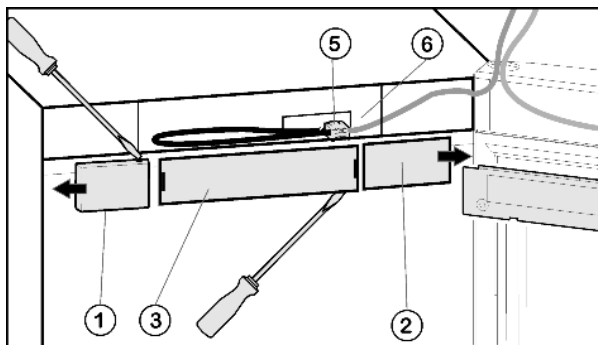

Fig. 4
- ▶ Снятие крышки со стороны ручки Fig. 4 (1): справа выведите из фиксатора при помощи плоской отвёртки и сдвиньте наружу.
- ▶ Снятие крышки со стороны шарнира Fig. 4 (2): слева выведите из фиксатора при помощи плоской отвёртки и сдвиньте наружу.
- ▶ Снимите переднюю накладку Fig. 4 (3) с помощью плоской отвертки.
- ▶ Снимите контакт и извлеките разъём Fig. 4 (5).
- ▶ Высвободите из направляющей серый кабель Fig. 4 (6).
- Снова установите разъем Fig. 4 (5).
- Снова установите крышку Fig. 4 (3).
- Установите крышку Fig. 4 (2) снаружи со стороны шарнира с поворотом на 180° и защелкните ее.
- Установите крышку Fig. 4 (1) снаружи со стороны шарнира с поворотом на 180° и защелкните ее.